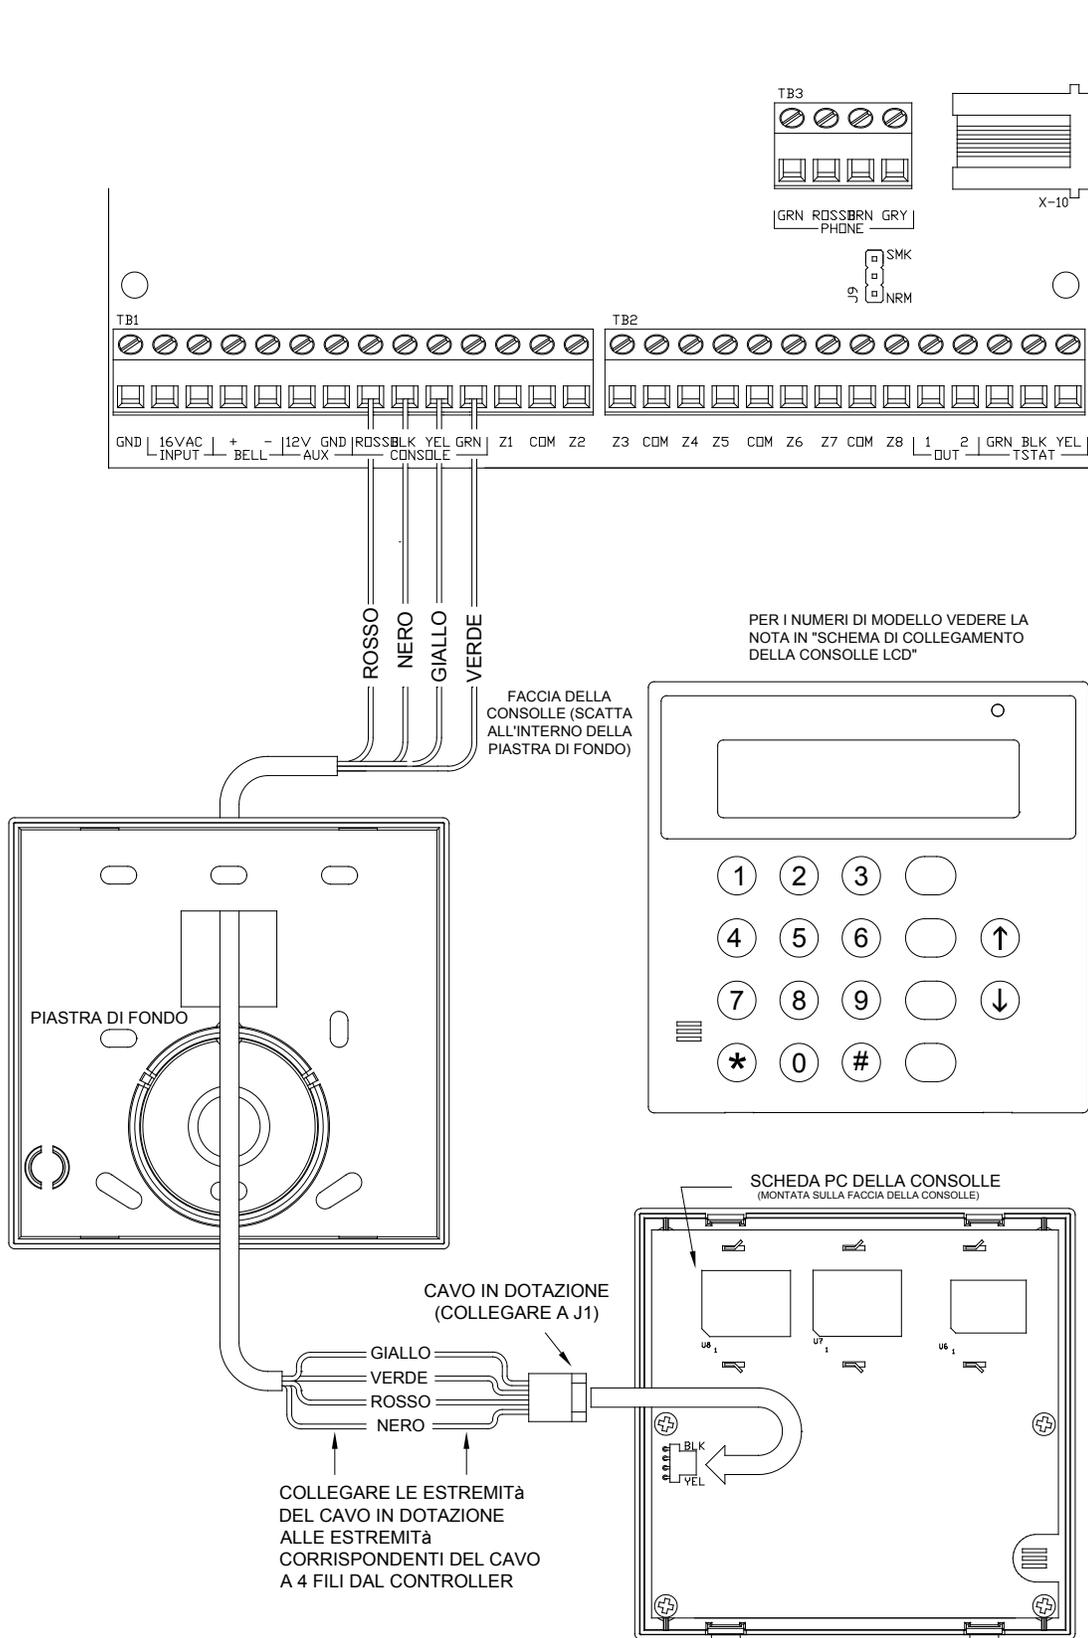

FIGURA 7 - COLLEGAMENTI DELLA CONSOLLE
2. Usare il filo di calibro 22 a 4 conduttori, lunghezza massima 1000 piedi (circa 300 metri). Le consolle possono essere con cablaggio homerun oppure daisy chain. Questa lunghezza sarà divisa per il numero totale di consolle alla fine della corsa. Per esempio, per 4 consolle, la lunghezza massima è ridotta a 250 piedi (76 metri). Tutte le Consolle LCD sono collegate agli stessi 4 fili, RED (+12), BLK (Terra), YEL (A), GRN (B).
5. Fare riferimento alla **FIGURA 7 (COLLEGAMENTI DELLA CONSOLLE)** per questa configurazione.